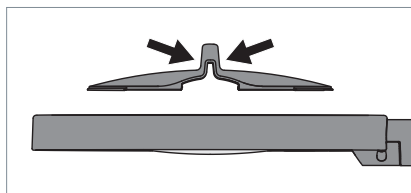

Fig. 3: Montare la copertura della lente.
- ▶ Schiacciare la parte superiore della copertura della lente, vedi Fig. 3.